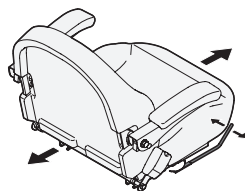

Figura 22
3. Suelte la palanca de ajuste. Asegúrese de que el asiento esté fijo en su posición antes de operar el tractor (Figura 22).